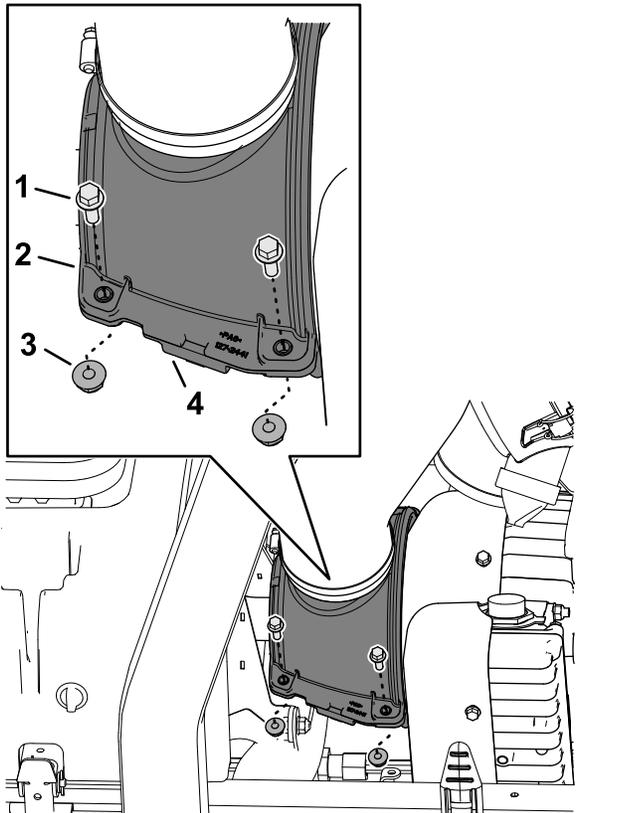

Figura 66
1. Retire os quatro parafusos de cabeça flangeada e as quatro porcas de bloqueio flangeadas que fixam os resguardos superior e inferior do ar de arrefecimento do gerador (Figura 66)